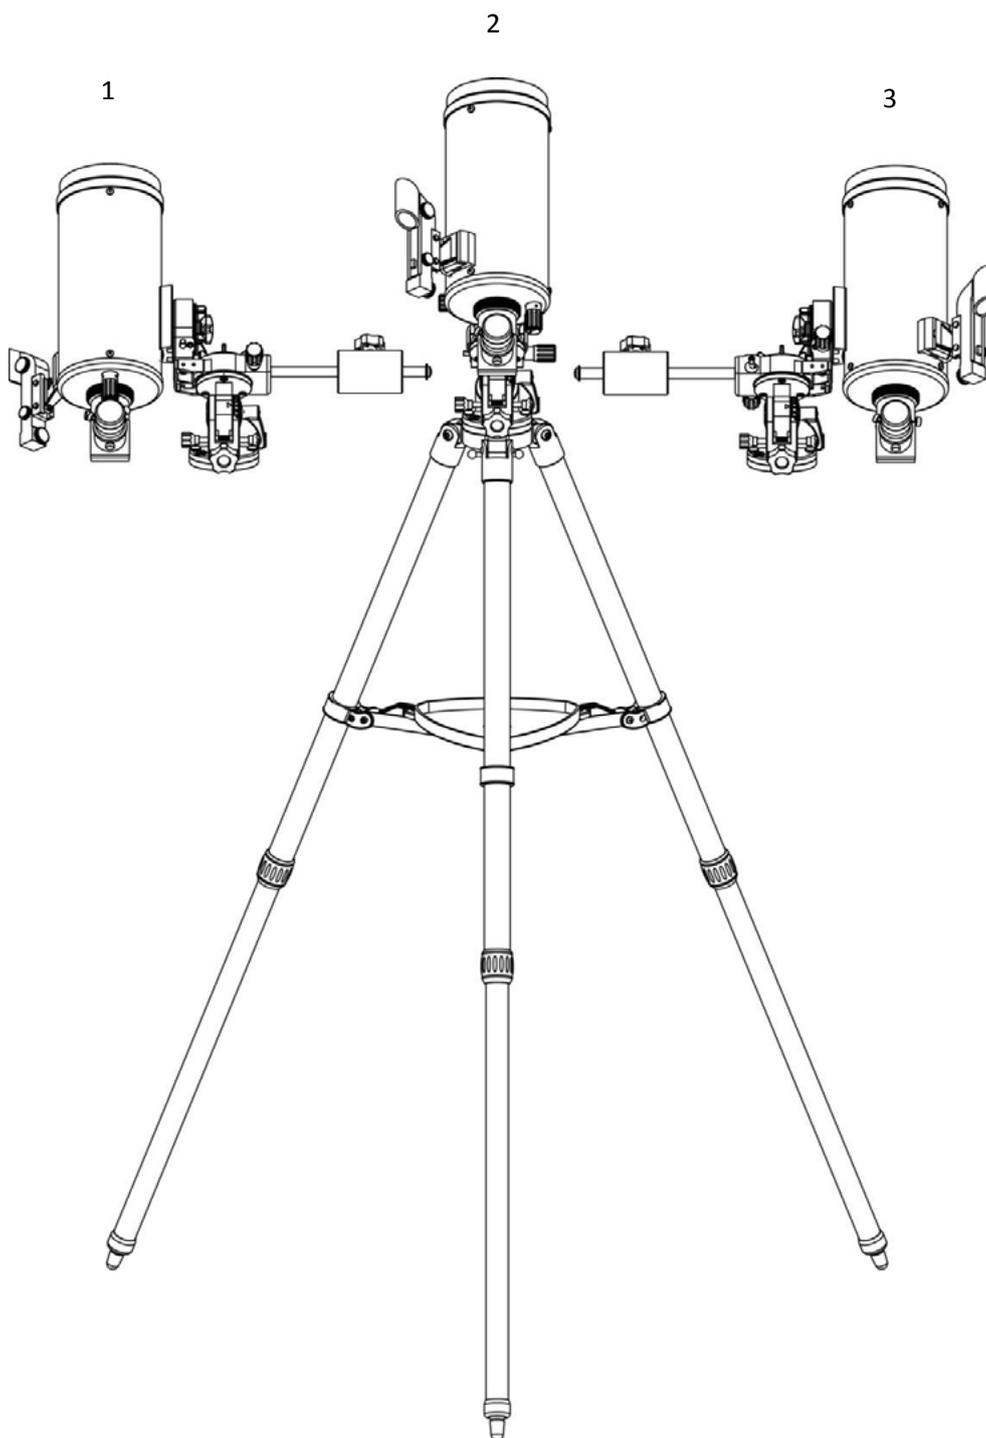

Рис. 11.2
Поворот телескопа в западном или восточном направлении означает поворот телескопа в сторону западного (рис.11.3.1) или восточного (рис.11.3.2) горизонта. Если противовес указывает на север, телескоп может поворачиваться от одного горизонта к другому вокруг оси склонения по дуге, проходящей через Северный полюс (любая дуга по оси склонения будет проходить через Северный полюс, при условии, что выполнена полярная настройка телескопа). Для того чтобы навести оптическую трубу на объект северней или южней этой дуги, необходимо повернуть телескоп вокруг оси прямого восхождения (RA) (рис. 11.2).